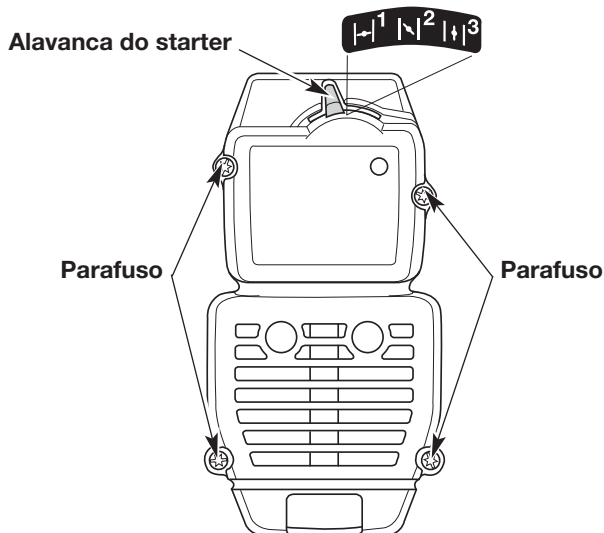

Fig. 21
NOTA: A alavanca do starter deve estar na posição 2 (Fig. 21) para que o cárter do filtro de ar/escape possa ser retirado.
2. Retire os quatro (4) parafusos de retenção do cárter do filtro de ar/escape (Fig. 21). Utilize uma chave de fenda de lâmina plana ou com uma ponteira Torx n°T20.
NOTA: A alavanca do starter deve estar na posição 2 (Fig. 21) para que o cárter do filtro de ar/escape possa ser instalado.
2. Introduza os quatro (4) parafusos nos orifícios do cárter do filtro de ar/escape (Fig. 21) e aperte-os. Utilize uma chave de fenda de lâmina plana ou com uma ponteira Torx n°T20. Não aperte demais e sem forçar.